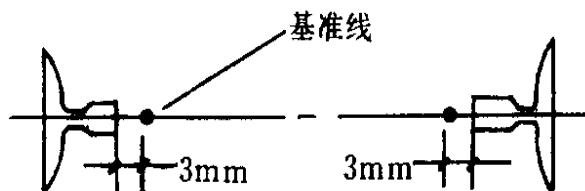

图 2-17 导轨的间隙
(1) 扭曲调整：将找道尺端平，并使两指针尾部侧面和导轨侧工作面贴平、贴严，两端指针尖端指在同一水平线上，说明无扭曲现象。如贴不严或指针偏离相对水平线，说明有扭曲现象，则用专用垫片调整导轨支架与导轨之间的间隙（垫片不允许超过三片）使之符合要求。为了保证测量精度，用上述方法调整以后，将找道尺反向  $180^\circ$ ，用同一方法再进行测量调整，直至符合要求。
(2) 调整导轨垂直度和中心位置：调整导轨位置，使其端面中心与基准线相对，并保持规定间隙（如规定 3mm）（图 2-17）。